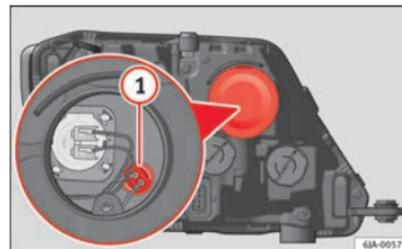

Fig. 153 Remplacement de l'ampoule des feux de position
- Retirez le cache de protection ⇒ fig. 153.
- Retirez le support d'ampoule ⇒ fig. 153 ① en tirant vers l'extérieur.